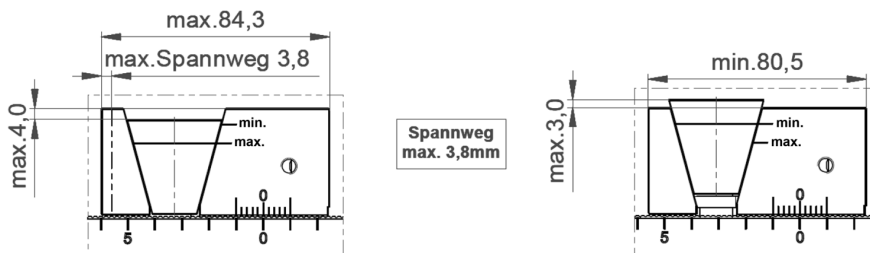

Abbildung 16: Obere und untere maximale Keilposition CombiRail 72
- Achten sie darauf, dass die maximale untere Position des Spann-Keils nicht unterschritten wird, da dann die Spannkraft nicht mehr gewährleistet werden kann. Die Position des Spann-Keils muss innerhalb des aufgeprägten Bereichs liegen. (siehe Abbildung 16)